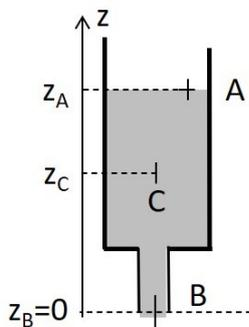

Figure 2
1) On considère tout d'abord le vase de Mariotte sans le tube vertical (figure 2) et le fluide en écoulement. Ecrire la relation de Bernoulli entre A et B . Quelle est la pression au point A ? au point B ? Que peut-on dire de la hauteur z_A ? Comment évoluera alors la vitesse du point B au cours du temps ? La relation de Bernoulli est-elle applicable dans ces conditions ?